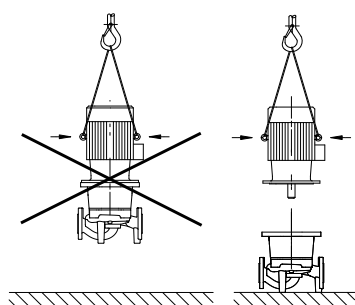

Fig. 8: Imbragatura del motore
- Gli occhioni sul motore sono omologati solo per il trasporto del motore, non per quello dell'intera pompa (fig. 8).